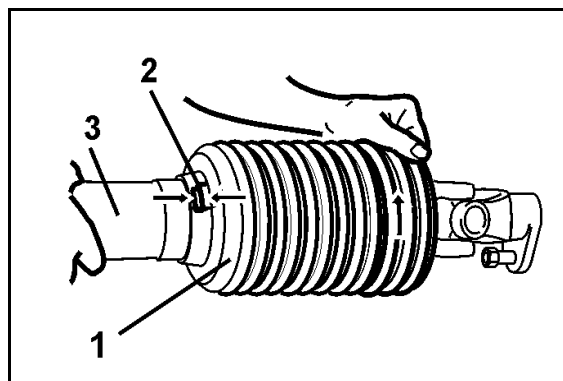

Fig. 53
9. Skyv på det halve vernerøret (Fig. 53/1).
10. Drei vernetrakten (Fig. 53/2) i sperreposisjon.
11. Skru inn låseskruen (Fig. 53/3).